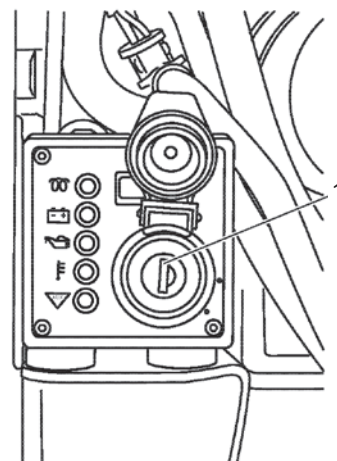
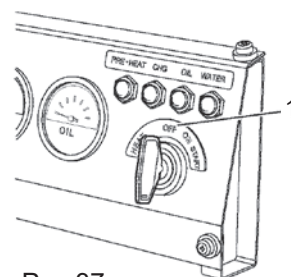

Рис.36
Рис.37
4. Поверните ключ в положение OFF (1, Рис. 36) или (1, Рис. 37) и выньте его из замка зажигания.